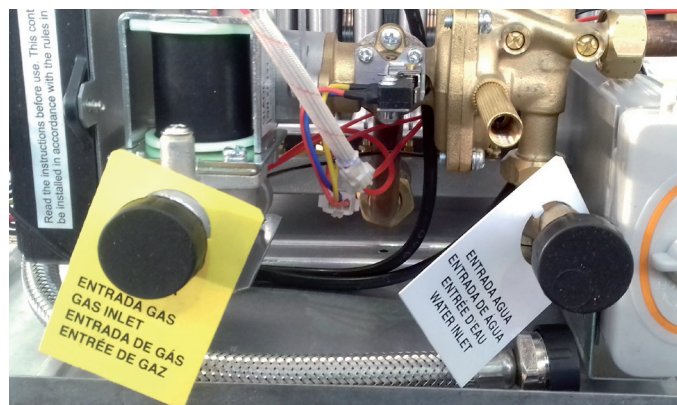

fig. 9 - Étiquettes des raccords
- Enlever les bouchons des raccords de l'eau et du gaz, voir fig. 9.